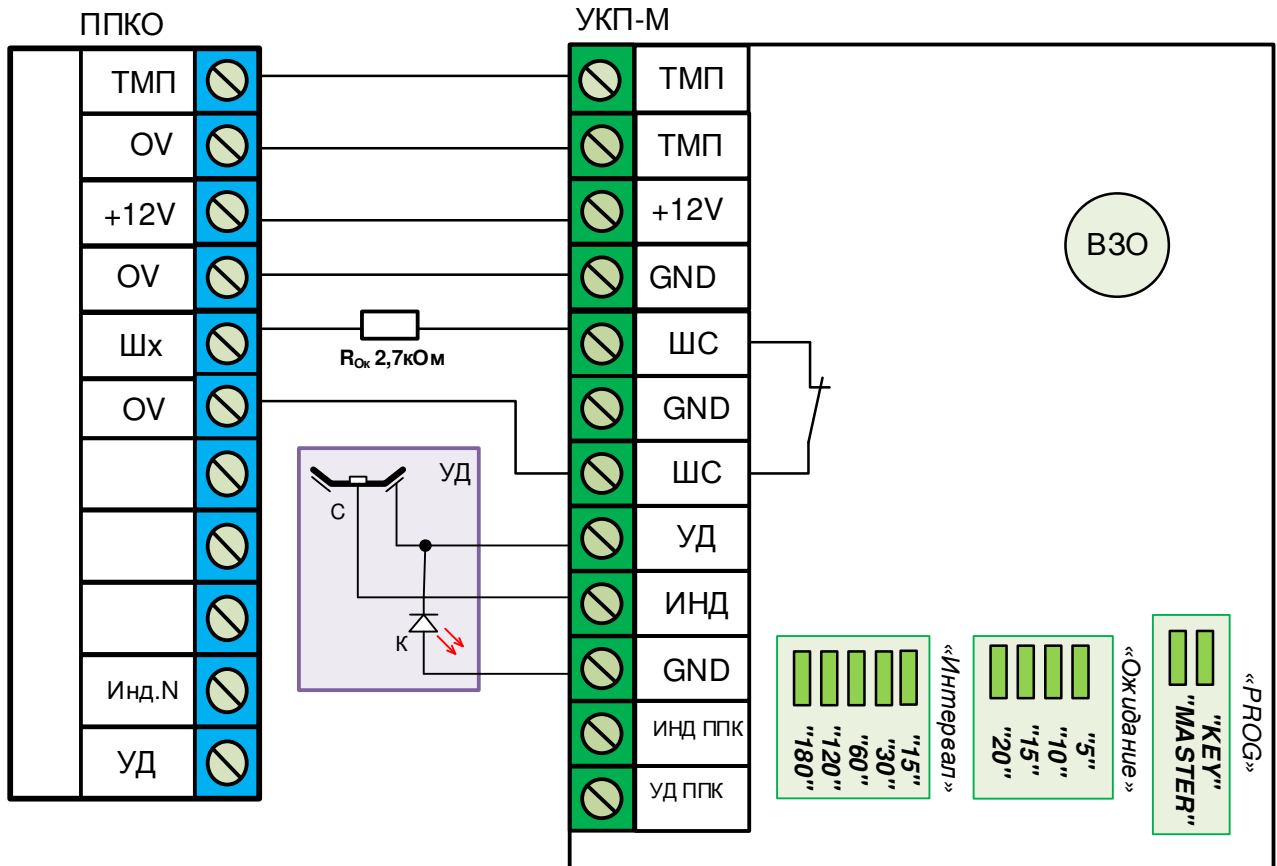

Рисунок 1 – Схема подключения к УКП-М исполнительного устройства и УД
1.5.6 Схема соединений УКП-М, исполнительного устройства и УД (рисунок 1).